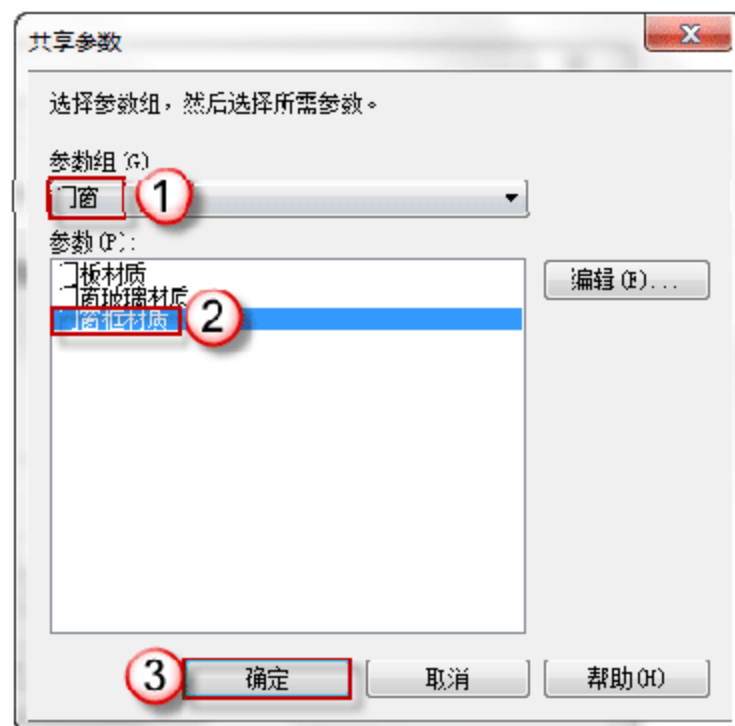

图 6.1.57 添加门窗框材质
(13) 添加门框材质。在门框的“属性”面板中，单击“材质和装饰”栏“材质”右侧的空白按钮，弹出“关联族参数”对话框，单击“添加参数 (D)”按钮，弹出“参数属性”对话框，选中“共享参数”单选按钮，单击“确定”按钮，弹出“共享参数”对话框，在“参数组 (G)”下拉列表框中选择“门窗”选项，在“参数 (P)”列表框中选择“门窗框材质”选项，单击“确定”按钮，如图 6.1.57 所示。